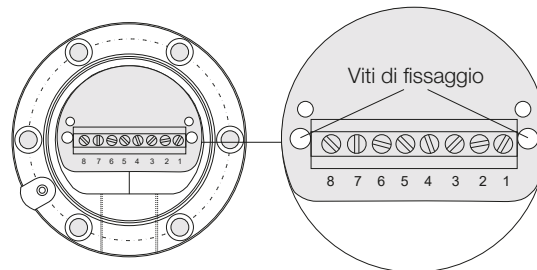

Fig. 4-6: Tipica custodia con morsetteria gruppo costruttivo, piedinatura
4. Rimuovere le due viti di fissaggio (vedere Fig. 4-6) del modulo elettronico.